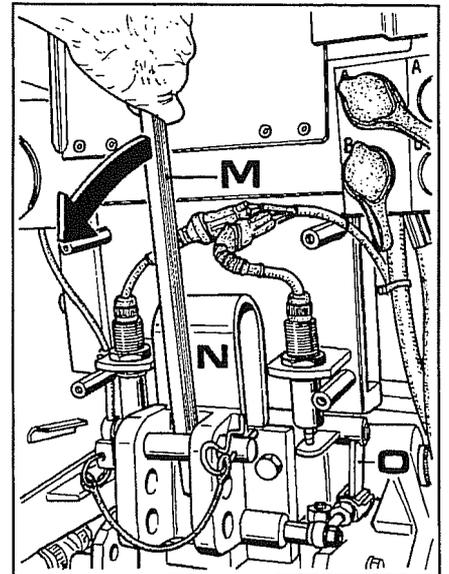

Abb. 53
- c. Einen Hebel (**M** Abb. 53) hinter den oberen Lenker stecken und in der durch den Pfeil gezeigten Richtung einwirken. Dabei betätigt man die Feder **N** des Trägers des oberen Lenkers, und folglich durch Reaktion die Gestänge (**O**) und man erhält das Senken des Auflageblechs des Sensors der Zugkraftregelung. Nun müßte der Kraftheber beginnen, sich zu heben, wenn man daher den Hebel des Krafthebers losläßt, muß dieser sich wieder senken.